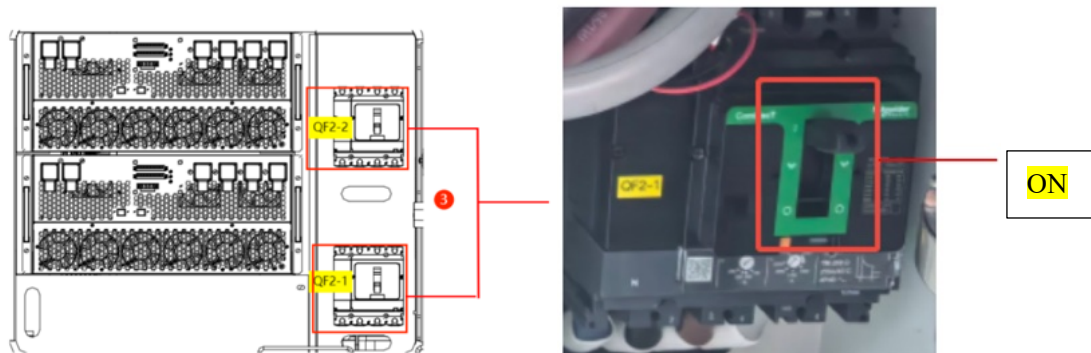

Abbildung 6-1-4: Leistungsschalter des PCS
Schritt 2: ③ Schalten Sie die PCS-Leistungsschalter ein: Schalten Sie nacheinander die Leistungsschalter QF2-1, QF2-2 ... QF2-12 aller 12 PCS-Einheiten (1#PCS, 2#PCS ... 12#PCS) ein, wie in Abbildung 6-1-4 dargestellt.